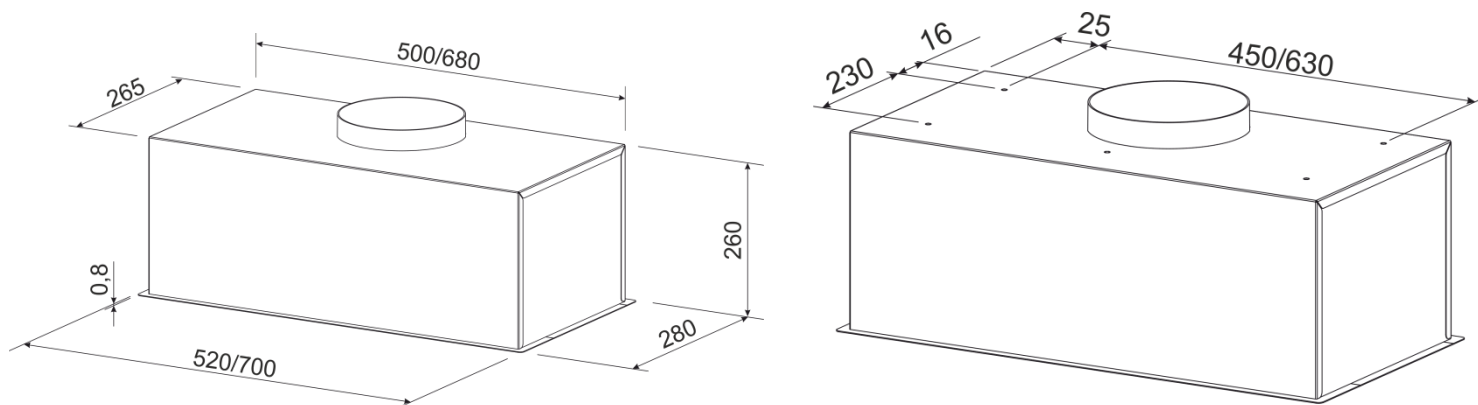
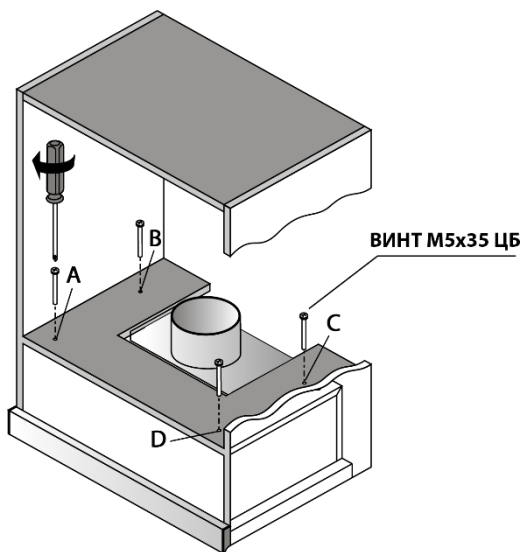

Рис.4
Рис.5.1
6.4 З врахуванням встановленої висоти і умовою прилягання витяжки до дна нижньої полки навісної меблевої шафи по раніше виготовленому паперовому шаблону розмітьте і виріжте прямокутний отвір згідно габариту **AxB (рис.4)** вмонтованої частини витяжки.
6.6.1 Виготовте паперовий шаблон з координатами отворів (рис.4), прикладіть шаблон до полиці меблевого гарнітура (рис. 5.1).